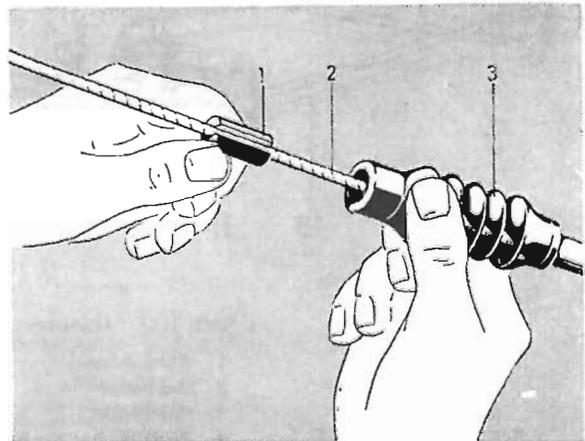

Abb. 111 Aufziehen der Gummimanschette
Seilzug vom Zugbügel wieder aufhängen und die Zugstange am Hebel der Handbremswelle befestigen. Den geschlitzten Dichtungsstopfen (1, Abb. 111) auf den Seilzug (2) klemmen und in die Gummimanschette (3) eindrücken.